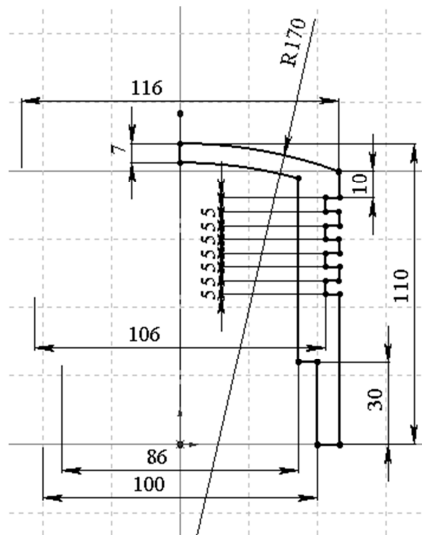

Рисунок 3.4
23. Для повного визначення ескізу додамо необхідні розміри (рис. 3.4). Оскільки в практиці проектування і виробництва слід уникати простановки розмірів між дотичними, то розмір 7, вказаний між верхніми дугами потрібно видалити. З'явиться інформаційне вікно з повідомленням, що якщо ви видалите зміщений розмір, то і зміщений взаємозв'язок також буде видалений з ескіза. Клацніть на кнопці Yes (Так) в цьому діалоговому вікні. Виберіть в контекстному меню команду Dimension (Розмір) і замість видаленого розміру проставте розмір 7 для довжини вертикальної лінії між дугам.